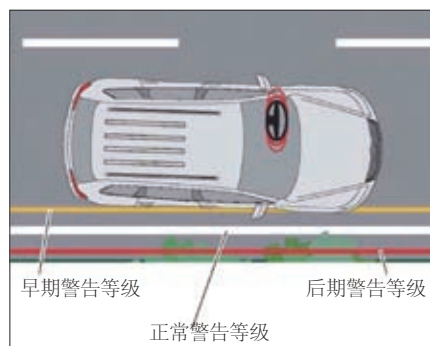

图11 调节警告等级
驾驶员可以通过信息娱乐系统的触摸屏在三个不同的警告等级之间进行选择:①早期警告等级,将虚拟边界线调整到车道边界线前方大约20cm处。②正常警告等级,虚拟边界线与车道边界线相同。③后期警告等级,将虚拟边界线调整到车道边界线后方大约20cm处。如果车辆行驶到此虚拟边界线,系统将会发出警告(见图11)。